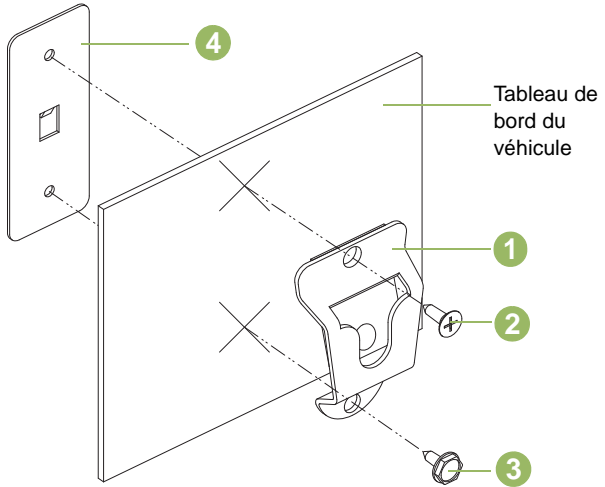

Figure 4.2: Installation du support de montage
Reportez-vous à la Figure 4.2 ci-dessous et fixez la pince de fixation (1) au véhicule à l'aide des deux vis autotaraudeuses et de la plaque de soutien fournies. Placez la plaque de soutien (4) derrière le tableau de bord. Utilisez une vis à tête plate (2) dans le trou de montage du haut et une vis à tête hexagonale à embase (3) dans le trou de montage du bas. Assurez-vous que les vis de montage sont bien fixées dans les trous de la plaque de soutien.